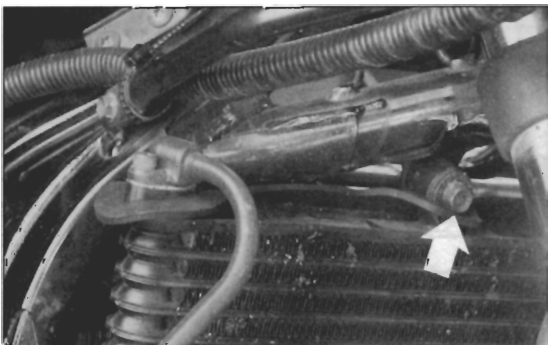

Bild 151 ◀
- Befestigungsschrauben ausdrehen und Ölkühler abnehmen (Bild 151).